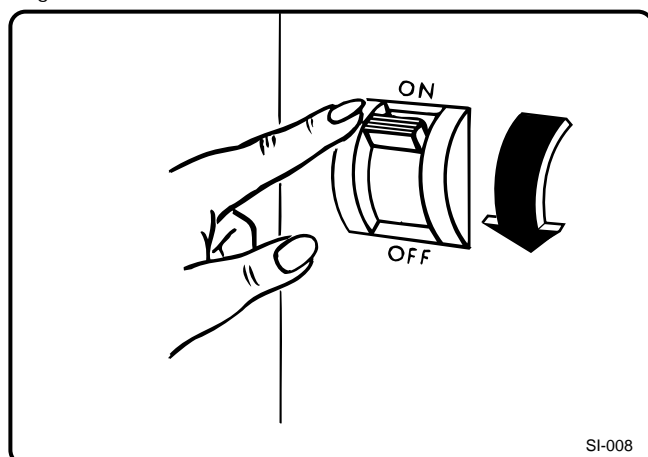

Fig. 2
- Retirar la clavija de enchufe (1-1) o bien desconectar el telerruptor (fig. 2) (si existe).
- Retire a ficha eléctrica (1-1) da tomada ou desligue o teleruptor (fig. 2) (caso exista).
- Netstekker (1-1) uit het stopcontact trekken resp. afstandsschakelaar (afb. 2) (indien aanwezig) uitschakelen.